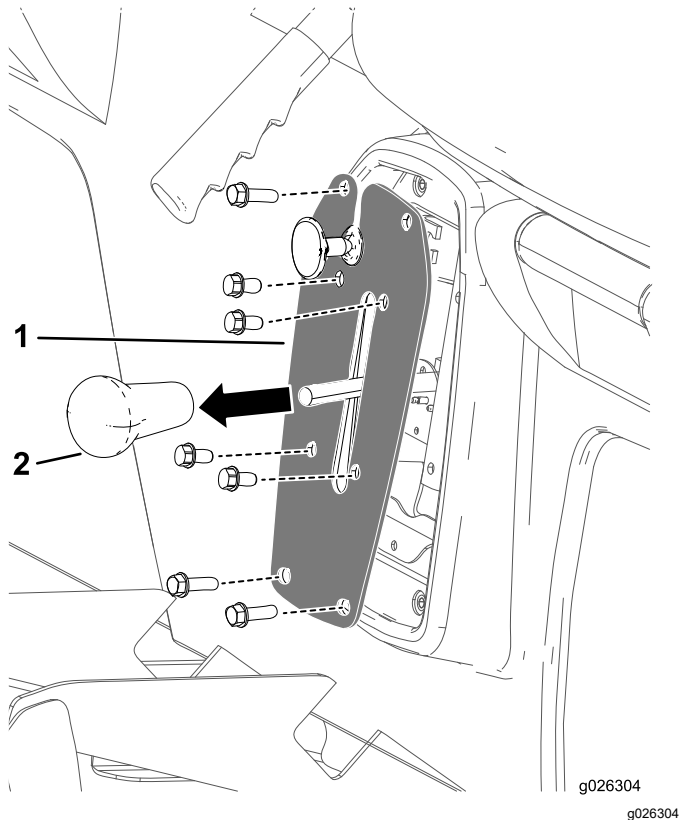

Figura 43
1. Retire o manípulo da alavanca das mudanças (Figura 43).
2. Retire os 4 parafusos que prendem a placa das mudanças ao suporte das mudanças (Figura 43).
3. Retire os 4 parafusos que prendem a placa das mudanças à base do banco e retire a placa das mudanças (Figura 43).
4. Enrosque o manípulo da alavanca das mudanças e aperte o manípulo de marcha (Figura 43).